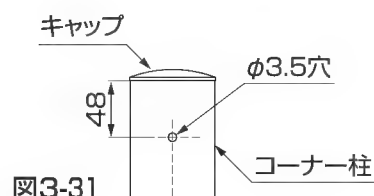
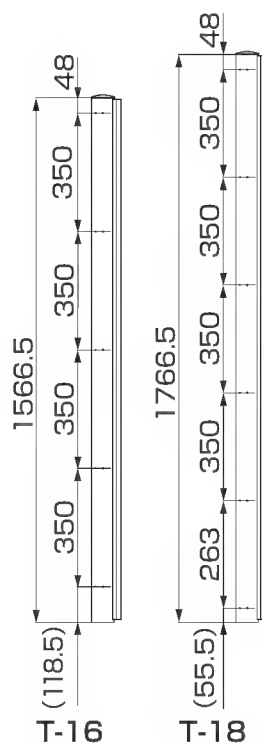

図3-31
図3-32
- ②コーナー角度に合わせて、コーナー柱にドリルでφ3.5の穴をあけてください。（図3-31、図3-32参照）